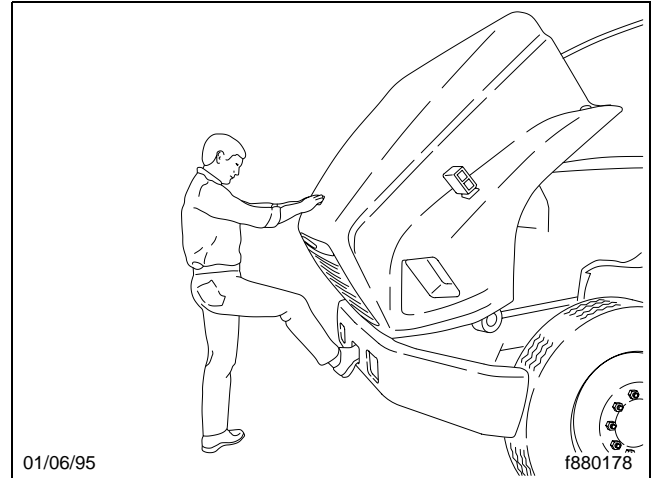

Figura 2.17, Inclinación del capó
3. Usando el escalón del parachoques y la agarradera (**Figura 2.17**), lentamente incline el capó hasta que los cables de retención lo sostengan.